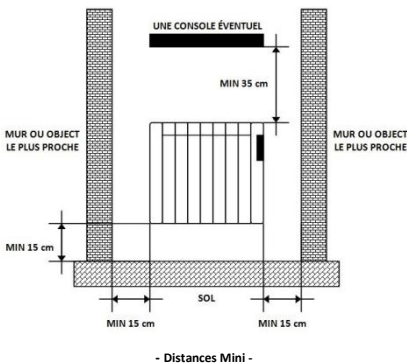

Fig.1
- Le radiateur doit être à une distance d'au moins 15 cm par rapport à tout matériau combustible, rideaux, meubles, fauteuils, etc. (Fig. 1).